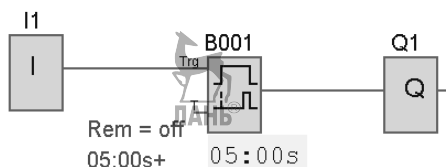

Рис. 9.7. Коммутационная схема
- Собрать коммутационную схему, показанную на рис. 9.7.